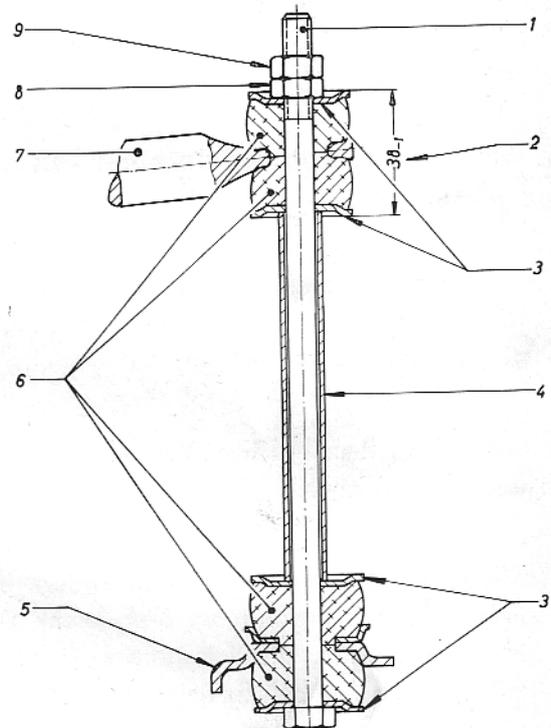

Bild 34 - Stabilisatorbefestigung
4. Stabilisator an Stützen befestigen. Dabei beachten, daß die Gummipufferteller mit ihrer balligen Seite stets zum Gummipuffer zeigen (Bild 34).